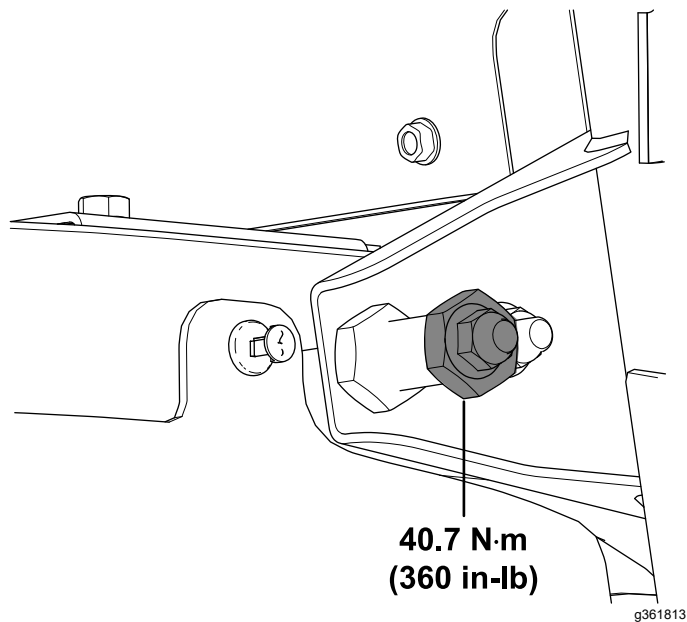

Figura 33
21. Apriete la contratuerca ($\frac{3}{8}$ " a 40.7 N·m (360 pulgadas-libra), como se muestra en la Figura 33.